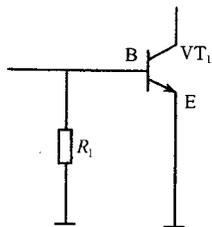

图 1-96 PN 结对测量的影响
⑥ 在路测量时要求红、黑表棒互换后再测量一次,主要是为了排除外电路中晶体管 PN 结正向电阻对测量的影响,可用如图 1-96 所示电路来说明。